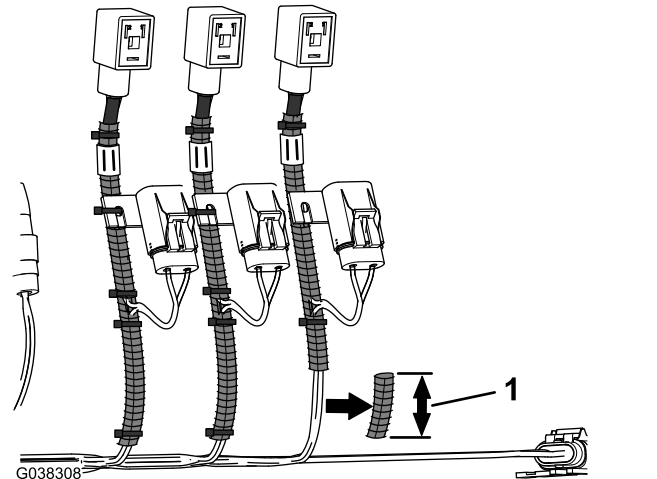

Bild 30
2. Schneiden Sie 76 mm vom Wellschlauch ab, wie in Bild 30 abgebildet.